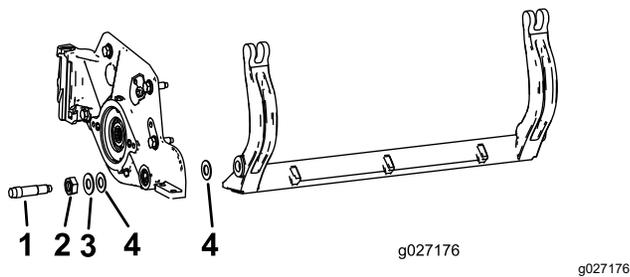

Figura 32
Guarde las 2 arandelas de nylon y la arandela de acero troquelado de cada extremo de la barra de asiento (Figura 32).
3. Coloque una arandela de nylon en cada lado del saliente de la placa lateral. Coloque una arandela de acero por fuera de cada arandela de nylon (Figura 32).